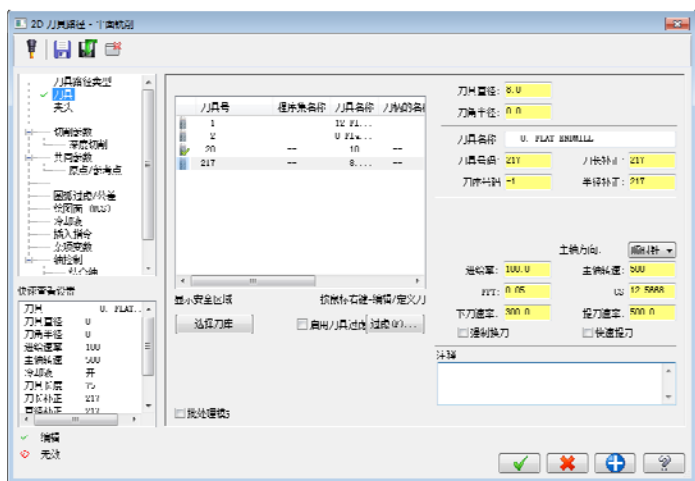

图 9-67 设置刀具路径参数
③ 设置刀具路径参数。在对话框中选择“刀具”选项，单击  按钮，选择一把直径为 8mm 的平底刀，设置该刀具参数的进给率为 100，主轴转速为 500，下刀速率为 300，提刀率为 100，如图 9-67 所示。